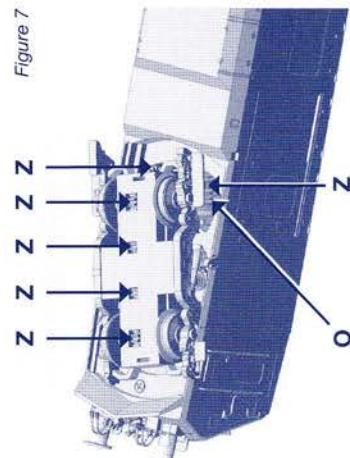

Figure 7
Auch zum Schmieren der Getriebeteile muss der Triebwagen nicht geöffnet werden. Vielmehr genügt es, das Motor-Drehgestell nach einer Seite wie in (Abb. 7) dargestellt, zu verschwenken. Danach können Sie zwischen Drehgestell und Fahrgestell auf Schnecke und Schneckenrad (O) sehen und mit einer Pipette die kompletten Getriebeteile (Z) ölen. Fahren Sie danach mit dem Triebwagen etwas vor und zurück. So verteilt sich das Öl gleichmäßig. Verwenden Sie handelsübliche Öle mit feiner Kanüle oder einer Stecknadel. Achtung, kein Speiseöl oder Hautcreme verwenden.
The railcar also need not be opened to lubricate the gear parts. It is perfectly sufficient to swivel the motor bogie to one side as shown in (**Fig. 7**). Then you can look between bogie and running gear and see the worm and worm wheel (**O**) and use a pipette to oil all the gear parts (**Z**). Then run the railcar up and down a little. This distributes the oil uniformly. Use commercially available oils and use a fine cannula or a needle. Caution: do not use cooking oil or hand cream.